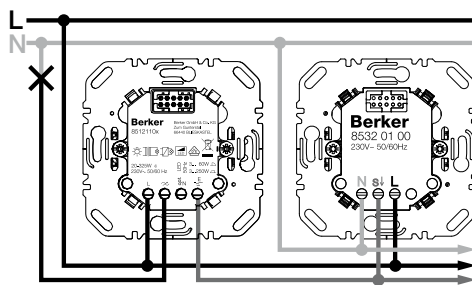

Figura 2: Módulo universal de potência para comutação ou para variação da iluminação com extensão para detetor de movimento
- Ligar a extensão para detetor de movimento de acordo com o esquema de ligações (figura 2 ou 3).